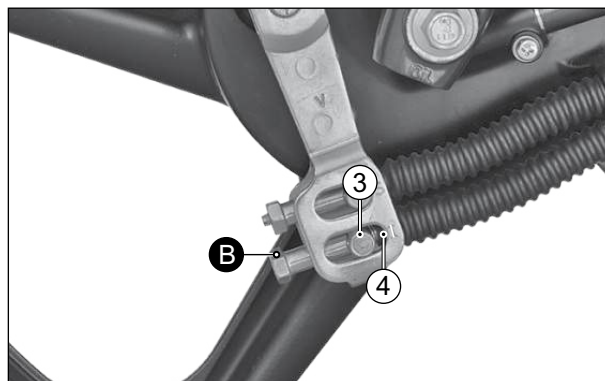

Fig. 2.38
- Depois de confirmar que não há folga entre o ajustador superior e a ranhura (S), inspecione a folga entre a parte inferior do ajustador (3) e a ranhura (4) marcada como 'I'. (Fig. 2.38)
- Se for encontrada alguma folga, gire a porca de ajuste (B) no sentido anti-horário até que não haja folga entre elas.